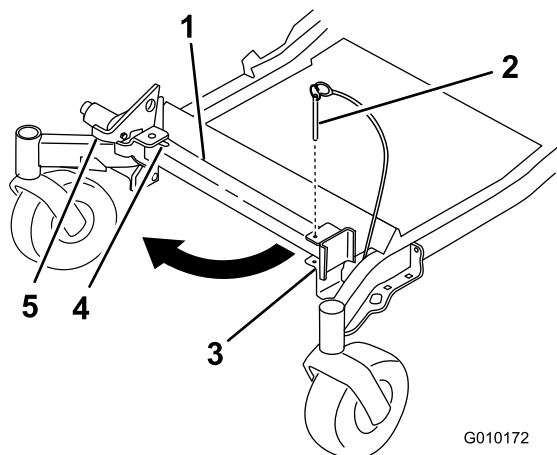
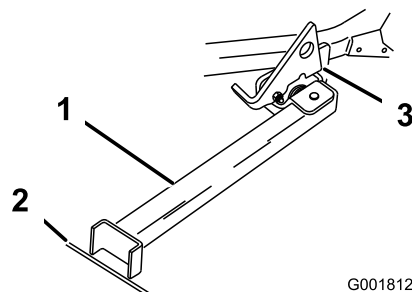

Figure 41
Figure 42
2. Retirez la goupille du support (Figure 41).
3. Soulevez le verrou. Dépliez le pied du support et poussez le support vers la machine dans la base de la fente (Figure 41 et Figure 42).
4. Posez le pied du support sur le sol et appuyez le verrou sur la languette de pivot (Figure 42).
6. Montez la machine sur le support. Arrêtez-vous quand le verrou retombe sur la languette en position verrouillée (Figure 42). Une fois la machine en place sur le support, serrez le frein de stationnement et coupez le moteur.
5. Ramenez le support à sa position de repos (Figure 41).